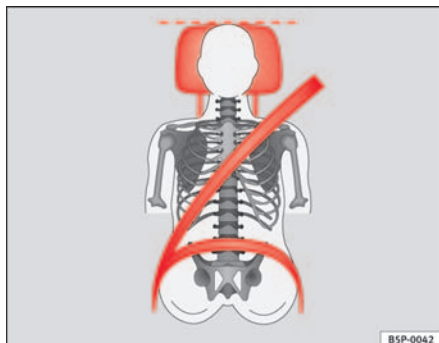
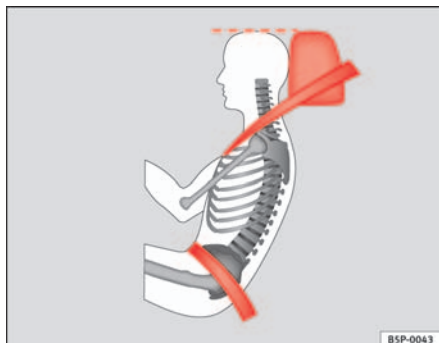

Abb. 3 Richtig eingestellte Kopfstütze von vorne betrachtet
Abb. 4 Richtig eingestellte Kopfstütze von der Seite betrachtet
- Stellen Sie die Kopfstützen so ein, dass sich die Oberkante der Kopfstütze möglichst auf einer Linie mit dem oberen Teil Ihres Kopfes, bzw. mindestens auf Augenhöhe befindet => Abb. 3 und => Abb. 4.